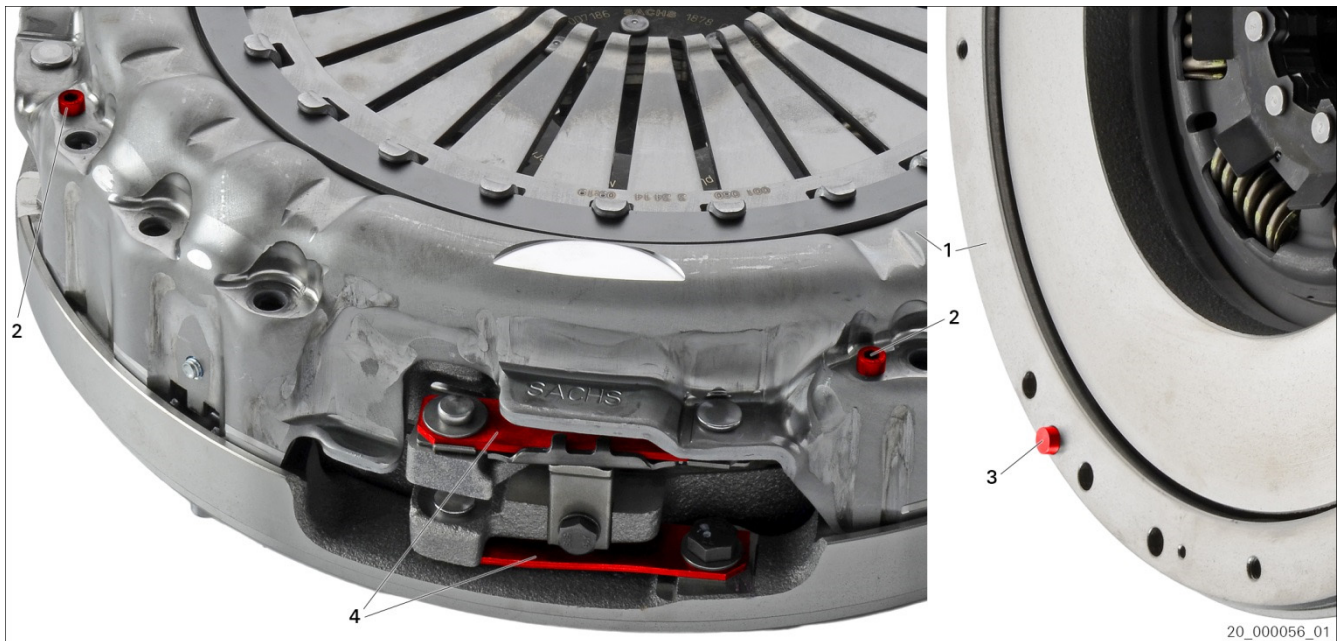

Fig. 3 : plateau de pression XTend avec vis de raccordement
**Plateau de pression XTend avec embrayage bi-disque (Fig. 3)**